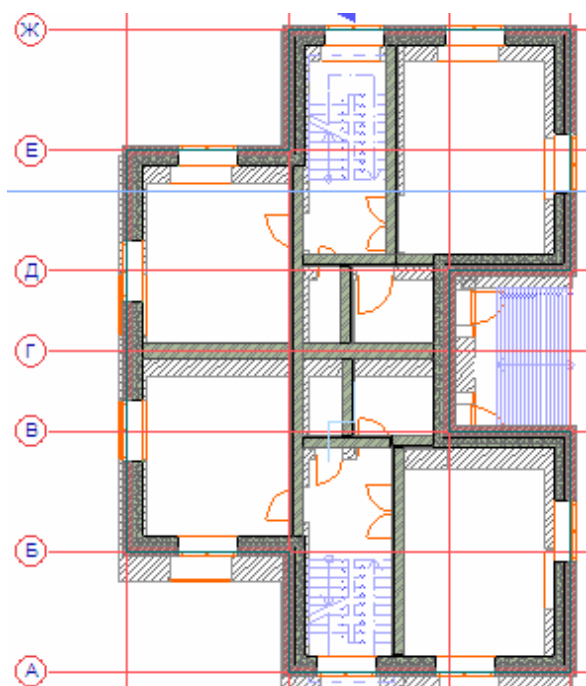

Рис. 59
3. Активизируйте взгляд **1.1-й этаж** в карте проекта и, используя инструмент **Стена**, выберите в панели **Избранное** нужные типы стен. Выполните построение внутренних стен так, чтобы они как можно точнее соответствовали исходному заданию, представленному в качестве фона-ссылки (рис. 59).